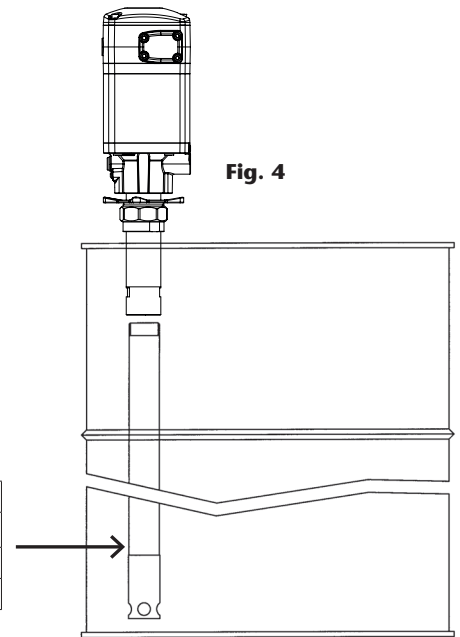

Fig. 4
- Montaje ajustable sobre bidón o cisterna con adaptador 360 001. Rosque a la bomba el tubo prolongador correspondiente (ver fig. 4). Rosque la tuerca del adaptador ajustable a la tapa del bidón/cisterna. Inserte el tubo por la tuerca y fíjelo con la estrella a la altura deseada.